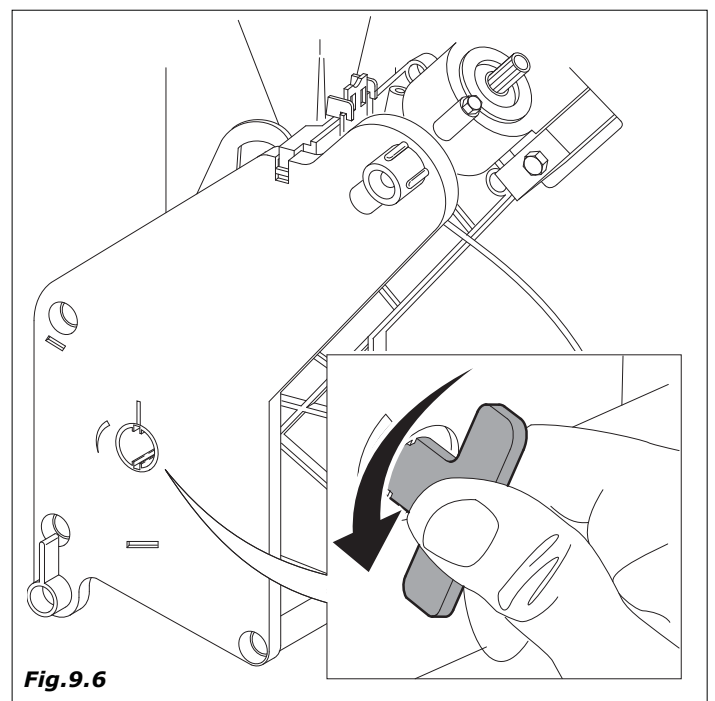

Fig.9.6
- Nettoyez les résidus de poudre de café sur le groupe; pour faciliter cette opération on peut retirer le groupe de son logement (Figure 9.6).